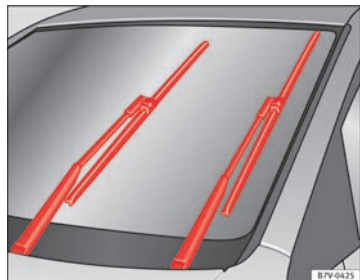

Fig. 140 Tergicristalli in posizione di manutenzione
- Accendere e spegnere il quadro e successivamente (prima di circa 9 secondi), spostare la leva dei tergicristalli nella posizione di tergitura ad escursione singola. Le spazzole si posizionano nella posizione di manutenzione ⇒ fig. 140.